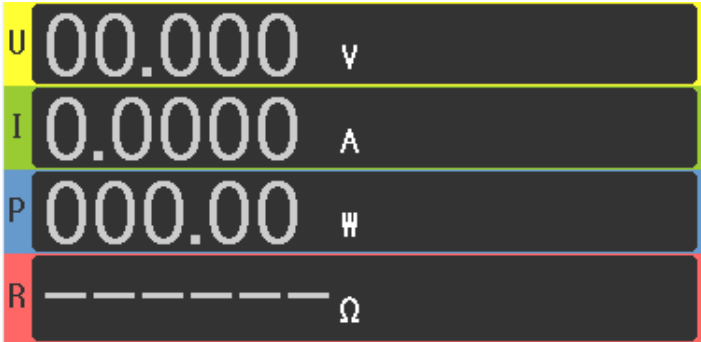

图 4-3
- U,I,P,R:如图 4-3 所示，显示电压、电流、功率和电阻值